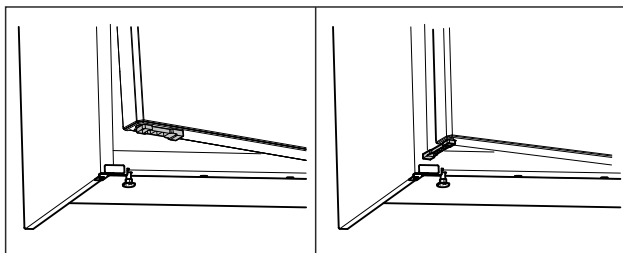

Fig. 54 *
- ▶ Поверните ограничитель открытия двери на 90°. (см. Fig. 54) *